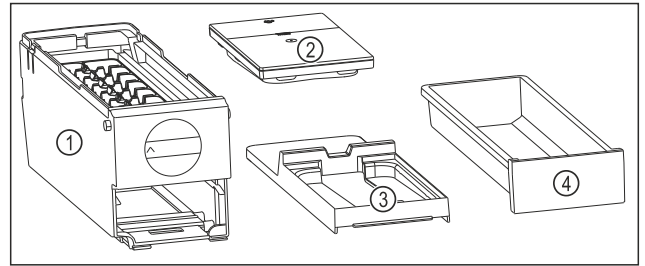

Fig. 113 Componentes del EasyTwist-Ice
- ▷ El EasyTwist-Ice está desmontado en cuatro piezas. (consulte Fig. 113)
- ▶ Desmontar el EasyTwist-Ice solo en los componentes mostrados. (consulte Fig. 113)
- ▶ Limpiar el cuerpo del EasyTwist-Ice Fig. 113 (1) en su totalidad.